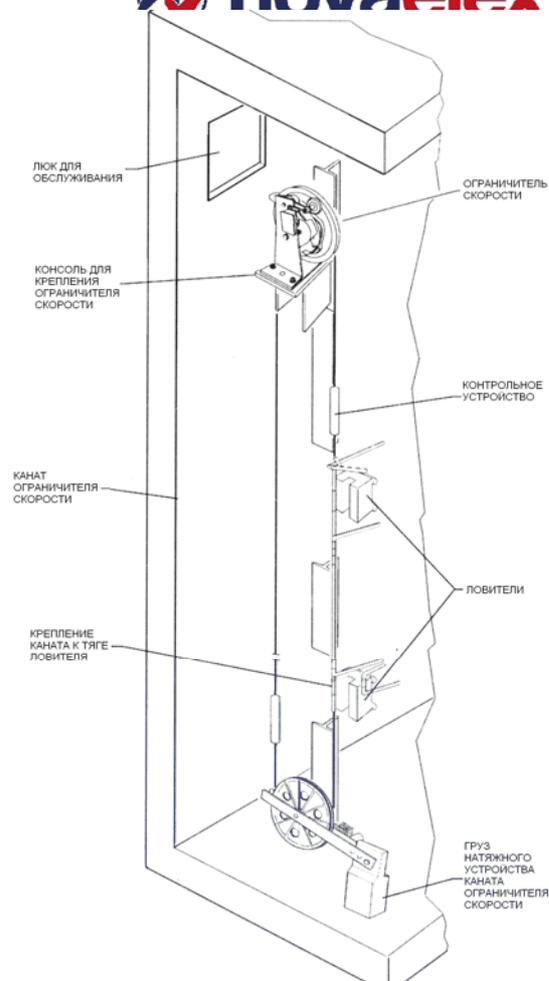

Рис.13
**Ограничитель скорости** представляет собой автоматическое устройство, предназначенное для приведения в действие ловителей при аварийном превышении скорости движения кабины вниз на 15% (см.рис.13). Ограничитель скорости установлен на консоли в верхней части шахты. Кабина связана с ограничителем скорости посредством каната, который закольцован по всей высоте шахты. Канат закреплен на кабине к тяге срабатывания ловителя. Натяжение каната осуществляется натяжным устройством, расположенным в нижней части шахты приямке. При срабатывании ограничителя скорости шкив, через который перекинут канат, прекращает вращаться и вместе с ним останавливается канат за счет давления на трапецевидный ручей. Приводятся в действие ловители, клинья которых останавливают и удерживают кабину. Ограничитель скорости имеет выключатель, контакт которого заведён в цепь безопасности.